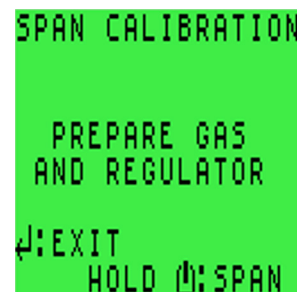

Figura 56: Tela SPAN CALIBRATION (CALIBRAÇÃO COM GÁS DE REFERÊNCIA)
3. Em seguida, em um ambiente com ar limpo, pressione e segure o botão D para calibrar o zero das faixas do monitor. Quando a calibração do zero terminar, o monitor exibirá SPAN CALIBRATION (CALIBRAÇÃO COM GÁS DE REFERÊNCIA), como exibido na Figura 56: Tela SPAN CALIBRATION \(CALIBRAÇÃO COM GÁS DE REFERÊNCIA\).